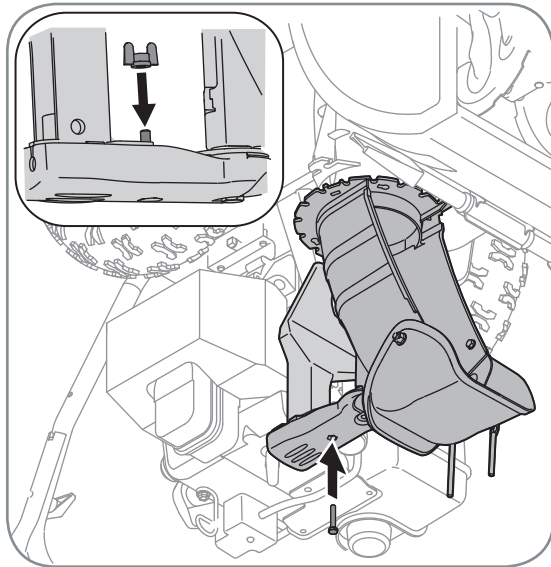

Figure 3-4
4. Continuez l'installation de la goulotte sur son support avec l'écrou à oreilles et la vis hex. retirez plus tôt. Voir la Figure 3-4.